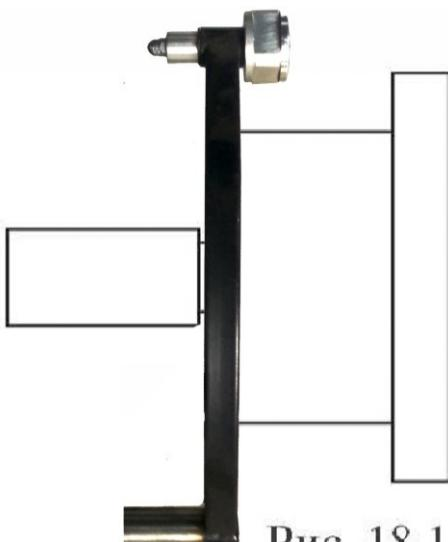
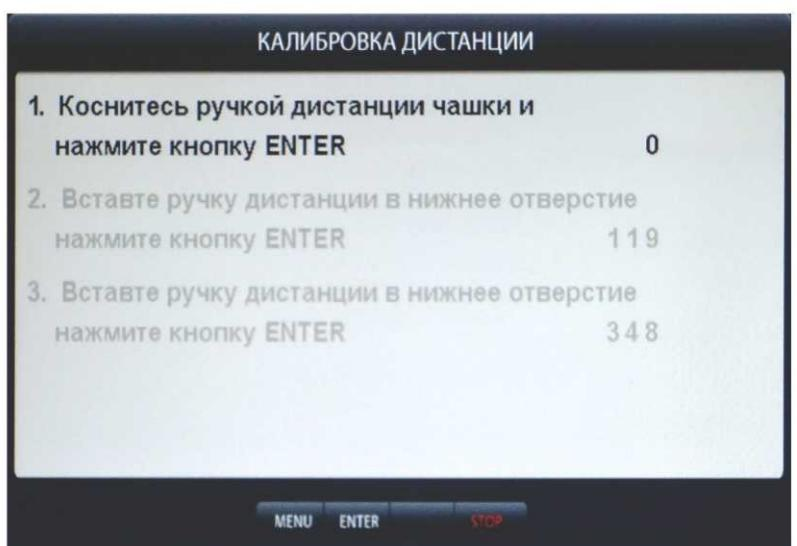

Рис. 18.1
рис.18.3
21.1.1. Калибровка тракта измерения дистанции. Для оценки погрешности устройства ввода дистанции выдвиньте штангу ввода параметров и уприте внешнюю боковую сторону её рукоятки в задний торец фланца вала, как показано на рис. 18.1. При этом на экране ввода геометрических параметров (см. рис.10.2) появится величина дистанции. Если величина дистанции не равна 185 ± 5 мм, то устройство ввода дистанции требует калибровки.
КАЛИБРОВКА ДИСТАНЦИИ рис.18.3. Выдвиньте штангу ввода параметров, уприте внешнюю боковую сторону её рукоятки в задний торец фланца вала, как показано на рис. 18.1 и нажмите кнопку «ENTER». В окне КАЛИБРОВКА ДИСТАНЦИИ выделится второй пункт: «2. Вставьте ручку дистанции в нижнее отверстие, нажмите кнопку «ENTER»